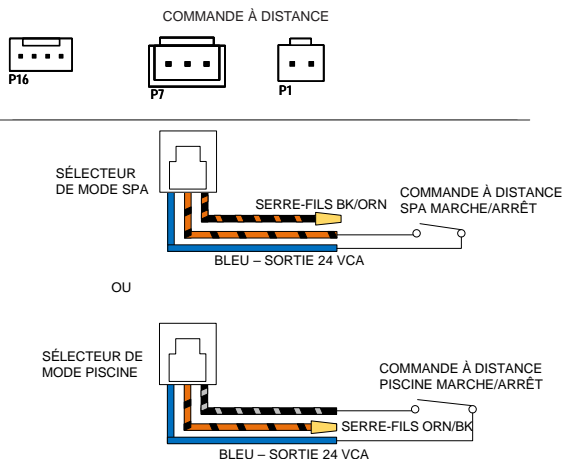

Figure 56. Installation du faisceau de la télécommande 2 fils
5. Sur le faisceau à 3 fils de la télécommande, connectez le fil BLEU d'un côté du contrôleur d'automatisation à distance et l'autre côté soit au fil ORANGE/NOIR pour le fonctionnement « SPA », soit au fil NOIR/ORANGE pour le fonctionnement « POOL ». Voir Figure 56.
7. Placez le faisceau de la commande à distance à 3 fils sur le connecteur « P7 » et mettez l'appareil en marche « ON » (MARCHE). Voir Figure 56.